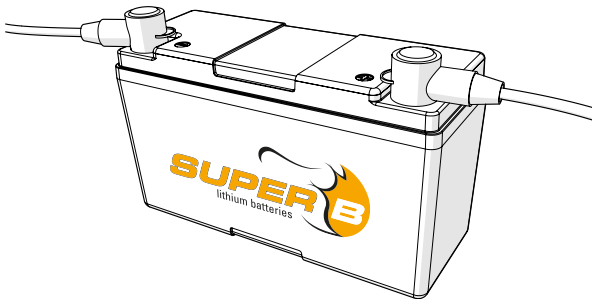

Abbildung 5. Anbringen der Abdeckungen über die Anschlussklemmen.
4. Platzieren Sie die Abdeckungen über die Anschlussklemmen (Abbildung 5).